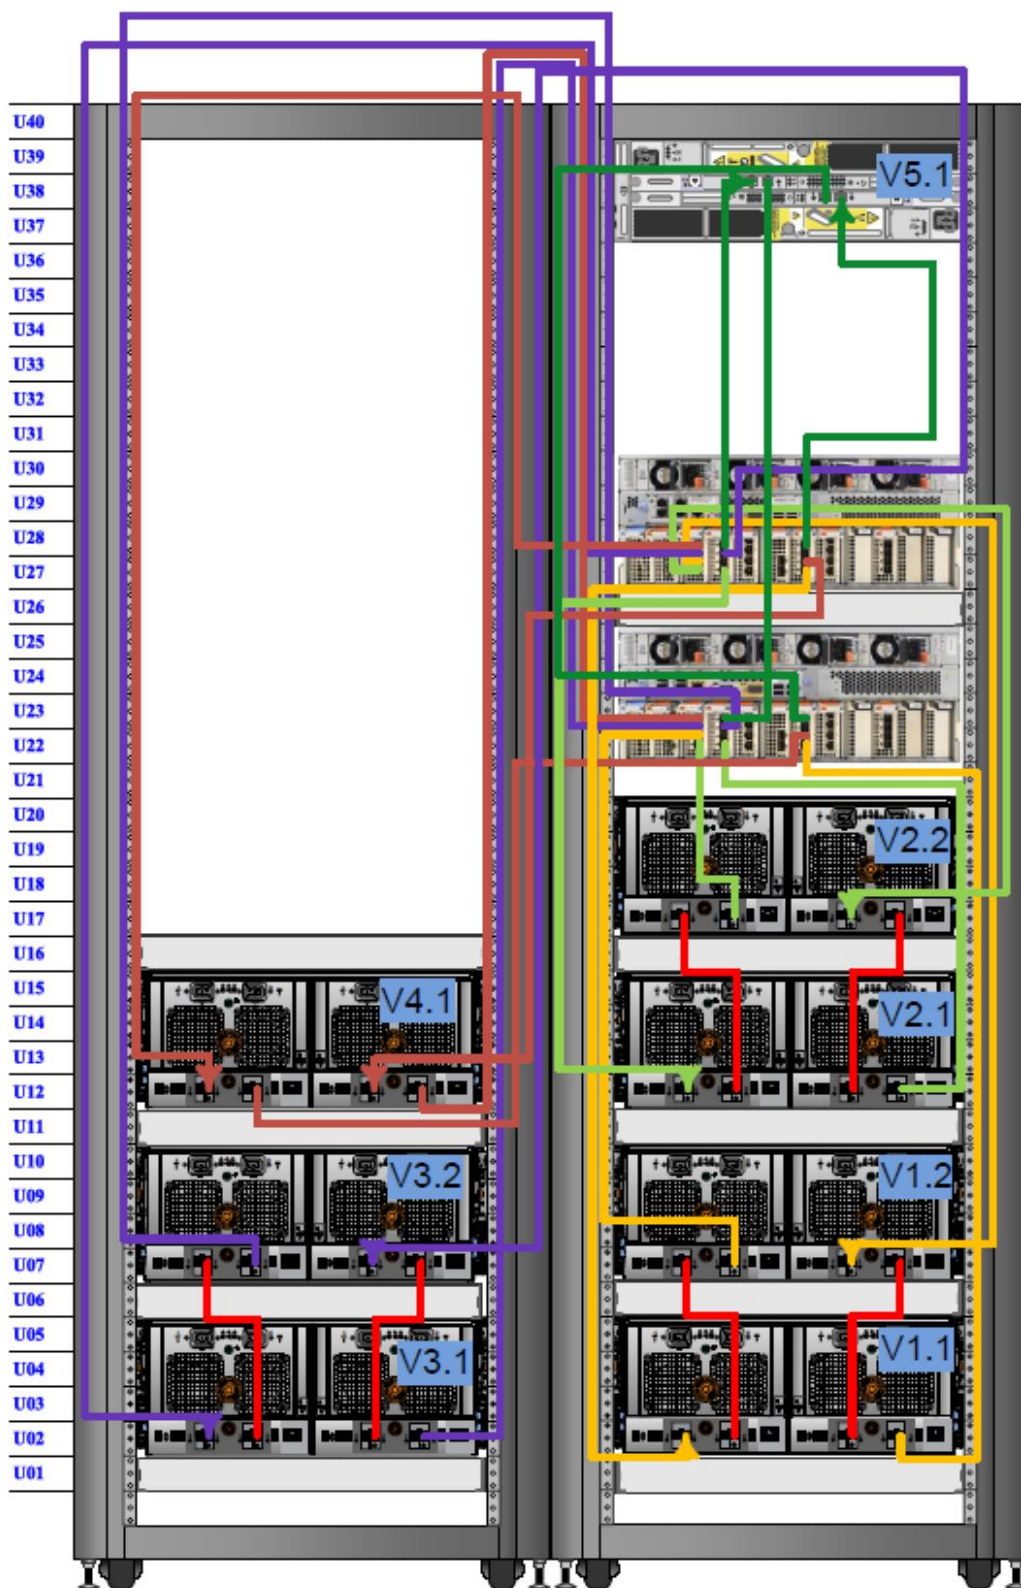

Рисунок 28. Система CX4-1127-00 в конфигурации НА с полками CX0-1125-60.
- CX4-1127-00 с HA: таблица 14, таблица 15 и рисунок 28;